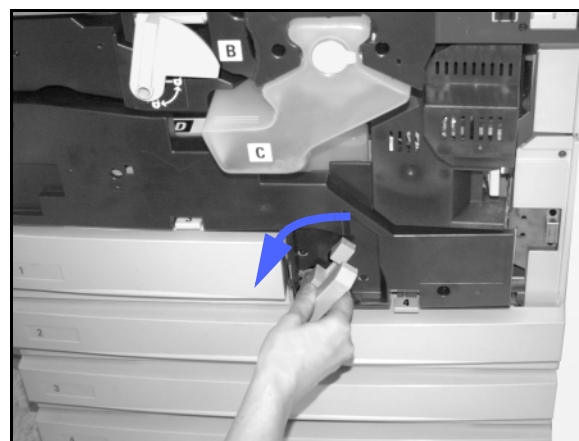

Figura 14: girar a alavanca verde no sentido anti-horário
- 8** Empurre o Módulo de caminho de papel com firmeza até que esteja no lugar correto. Gire a alavanca verde no sentido anti-horário para travar o módulo, conforme ilustrado na Figura 14.